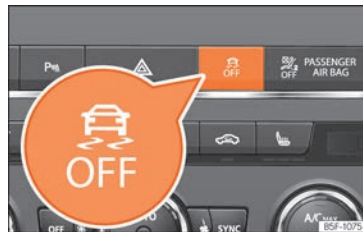

Abb. 257 Mittelkonsole: Taste zum Ein-/Aus-schalten von ESC und ASR
- Taste  **»»** **Abb. 257** etwa 1 Sekunde lang drücken, um den ESC Sportmodus einzuschalten.
- Die Taste  **»»** **Abb. 257** länger als 3 Sekunden drücken, und die elektronische Stabilitätskontrolle (ESC) wird einschließlich ASR ausgeschaltet. Am Bildschirm des Kombiinstrumentes schaltet sich die Kontrollleuchte  ein und **ESC OFF** wird dauerhaft eingeblendet.
- Die Funktion ASR und die elektronische Stabilitätskontrolle ESC werden durch Drücken der Taste  wieder eingeschaltet **»»** **Abb. 257**.